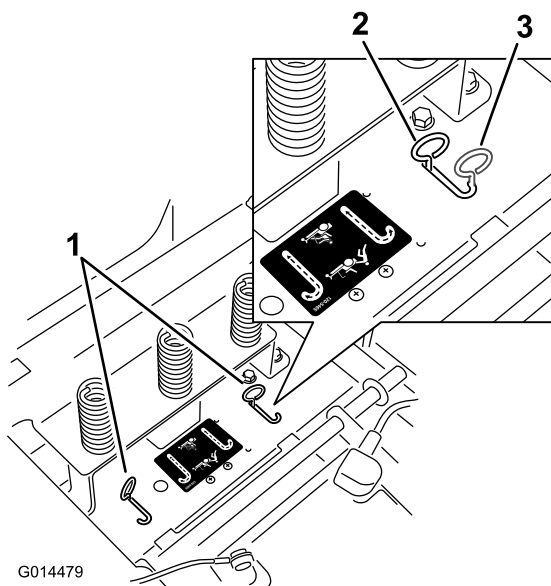

Figura 25
4. Mueva las palancas de desvío hacia atrás y luego hacia fuera para bloquearlas en esa posición, según se muestra en Figura 25, para desengranar los motores de rueda. Repita esto para cada palanca.
Mueva las palancas de desvío hacia dentro y hacia atrás a la ranura horizontal (Figura 25) para engranar los motores de rueda.